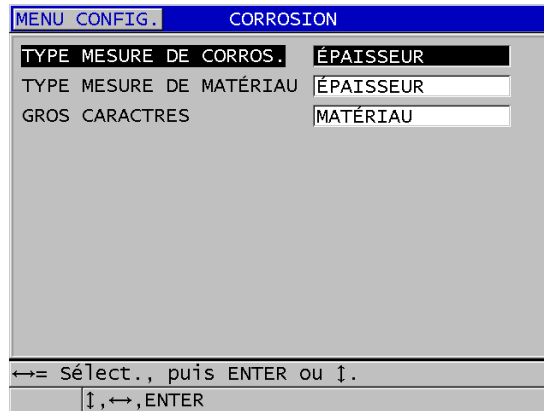

Figure 7-2 Écran CORROSION
9. Dans l'écran **CORROSION**, faites ce qui suit (voir la Figure 7-2 à la page 112) :